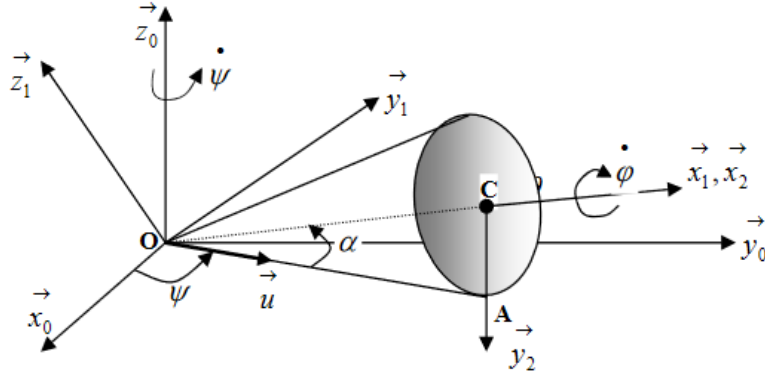

Figure IV.17
**Exercice 05.** Un cône de rayon R, de hauteur h et demi angle au sommet  $\alpha$ , en contact avec le plan horizontal  $(O, x_0, y_0)$  suivant l'une de ses génératrices, Figure IV.17, le cône roule sans glisser sur ce plan ou  $R_0(O, x_0, y_0, z_0)$  est un repère fixe.